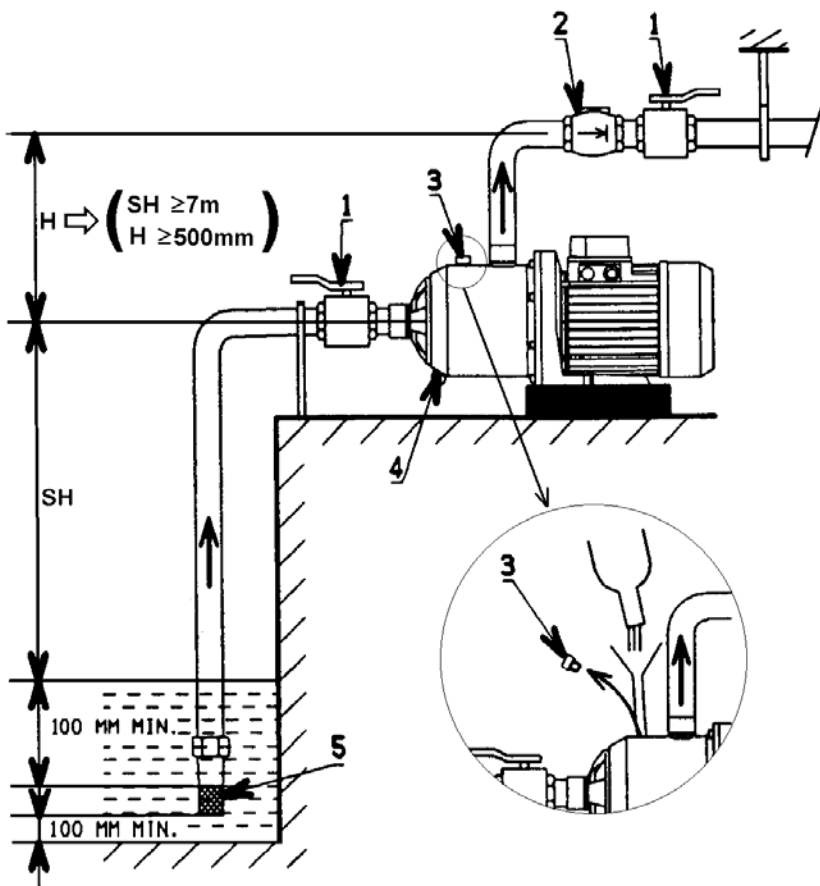

Рис. 3
- ◆ Диаметр всасывающего трубопровода/шланга должен быть не меньше номинального диаметра всасывающего патрубка насоса. Для насосов серии 6 м3/ч и с всасывающей высотой (SH) более 6 м минимальный внутренний диаметр всасывающего трубопровода равен 28 мм. Всасывающий трубопровод должен быть абсолютно герметичным.
- ◆ При высоте всасывания (SH)  $\geq$  7 м необходимо иметь вертикальный участок напорного трубопровода высотой не менее 500 мм (рис. 3)
### **Пуск насоса в режиме всасывания (рис. 3)**